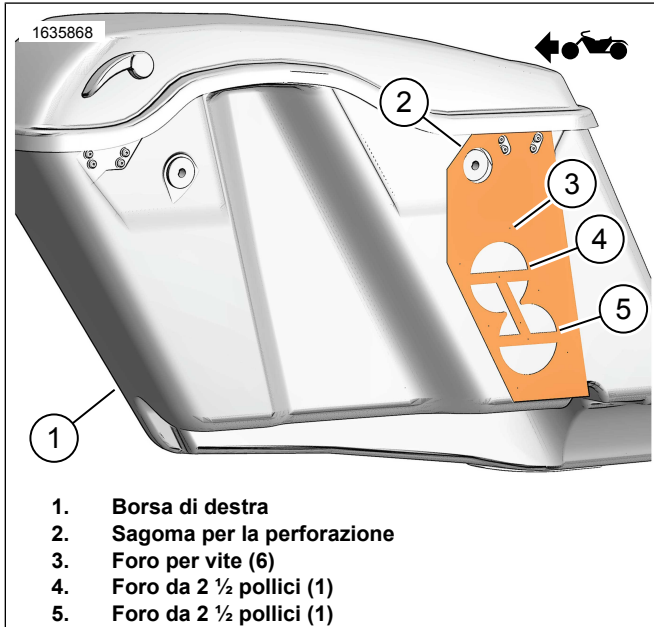
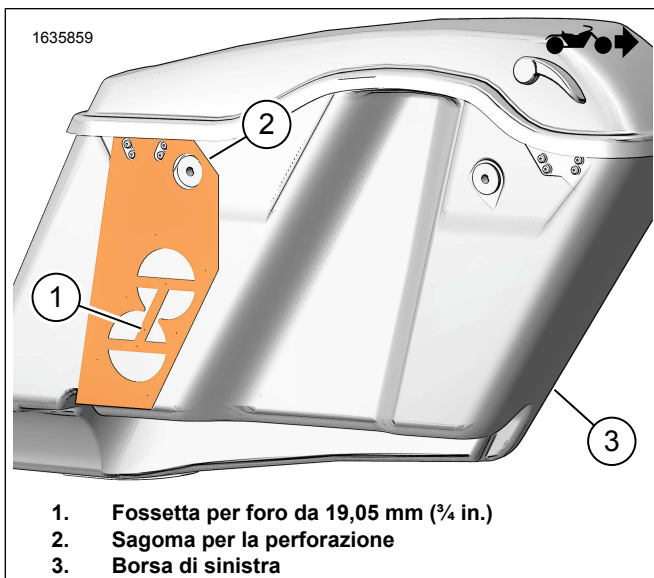
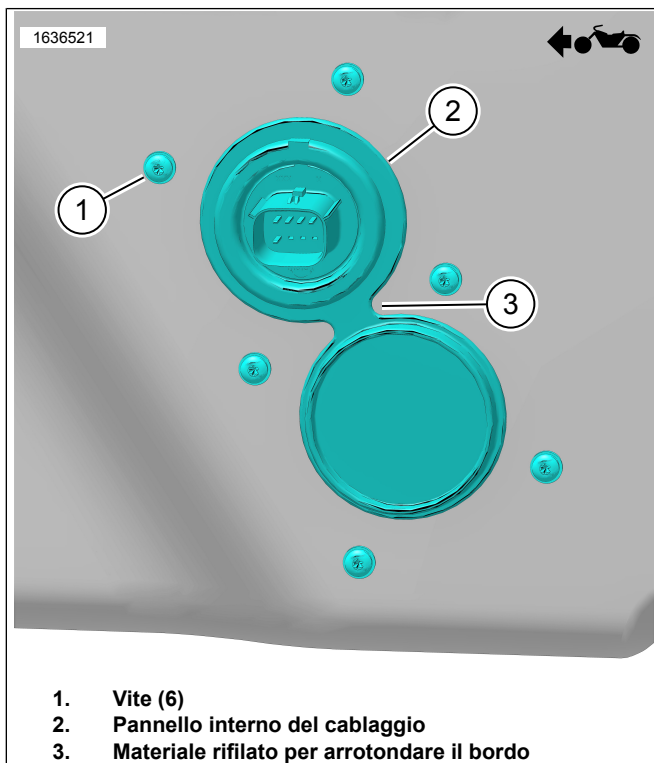

Figura 2. Borsa destra
Figura 3. Borsa di sinistra
Figura 7. Pannello interno del cablaggio
1. Vedere la figura 2. Posizionare la dima di foratura (2) sulla borsa destra (1).
2. Modificare la borsa di destra (1).
- d. Vedere la figura 7. Rifilare il materiale per arrotondare il bordo (3).
4. Vedere la figura 3. Posizionare la dima di foratura (2) sulla borsa sinistra (3).
5. Modificare la borsa di sinistra (3).
- a. Centrare il punto di esecuzione dei fori (1) sulla dima.
6. Vedere la figura 7. Installare il pannello interno del cablaggio (2).